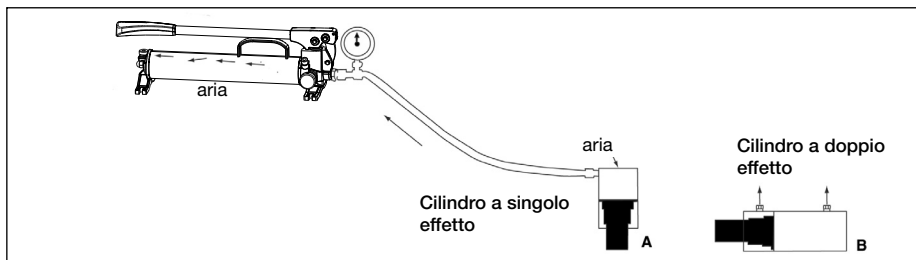

Figura 11, Spurgo dell'aria.
- Posizionare la Pompa in posizione orizzontale più in alto del cilindro. Vedere la Figura 11.